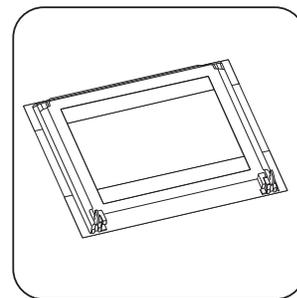

Figure 35 :Placer la porte sur une surface douce
4. Mettez la porte sur un tissu doux sur une surface stable (Figure 35).